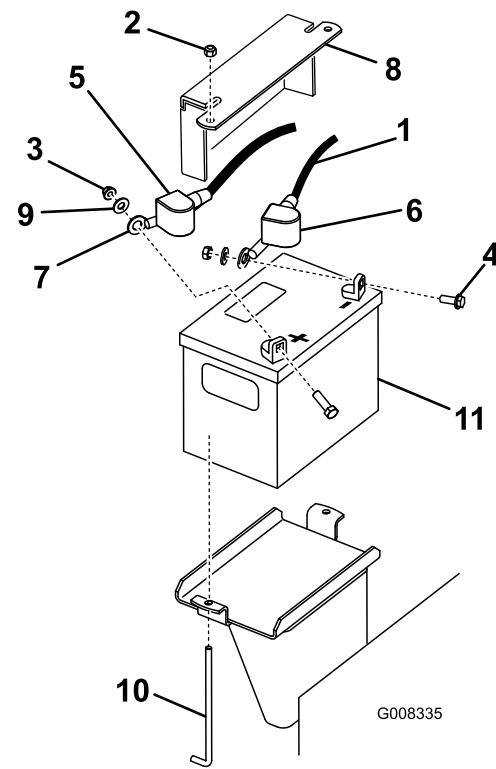

Figura 41
3. Togliete il cappuccio di gomma nero dal cavo negativo. Staccate il cavo negativo della batteria dal morsetto negativo (-) della batteria (Figura 41).
4. Sfilate la guaina rossa del morsetto dal morsetto positivo (rosso) della batteria. Togliete quindi il cavo positivo (rosso) della batteria (Figura 41).
5. Rimuovete la piastra di tenuta, i bulloni a J e i dadi di bloccaggio che fissano la batteria (Figura 41) e rimuovete la batteria.
1. Posizionate la batteria nella macchina (Figura 41).
3. Montate innanzi tutto il cavo positivo (rosso) della batteria sul morsetto positivo (+) della batteria con un dado, una rondella e un bullone. (Figura 41). Infilate il cappuccio di gomma sul polo.
4. Montate quindi il cavo negativo della batteria e il filo di messa a terra sul morsetto negativo (-) della batteria con un dado, una rondella e un bullone. (Figura 41). Infilate il cappuccio di gomma sul polo.